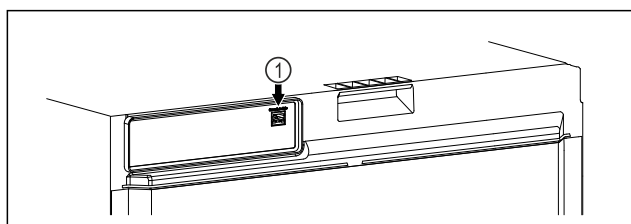

Fig. 101
- SmartModule Fig. 101 (1) ir ievietots.